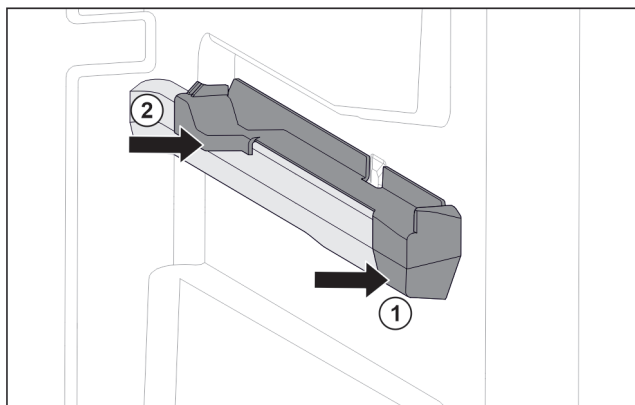

Fig. 154 Élément emboîtable sur la nervure de récipient droite
- Poser le devant de l'élément emboîtable contre la nervure de récipient. Fig. 154 (1)
- Enfoncez l'arrière de l'élément emboîtable. Fig. 154 (2)